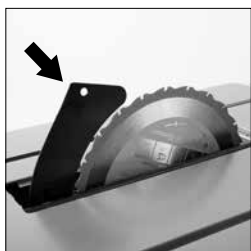

Fig. 11
- Levez la lame à fond, pour révéler entièrement le couteau diviseur. (**Fig. 11**)